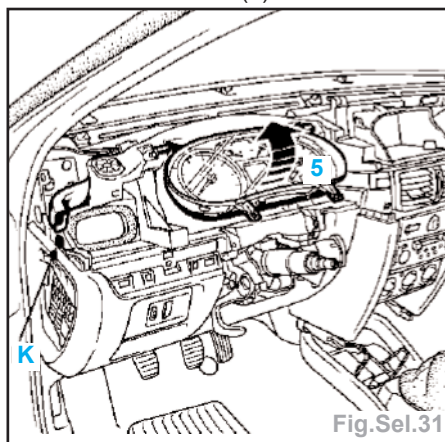

Fig.Sel.31
- Après avoir déposé le cache (outil Car. 1597), déposer les 3 vis (J).
- Dégager la casquette (4).
• les 2 agrafes (K), puis dégager les tuyaux d'air (Fig.Sel.31),
• le tableau de bord (5).